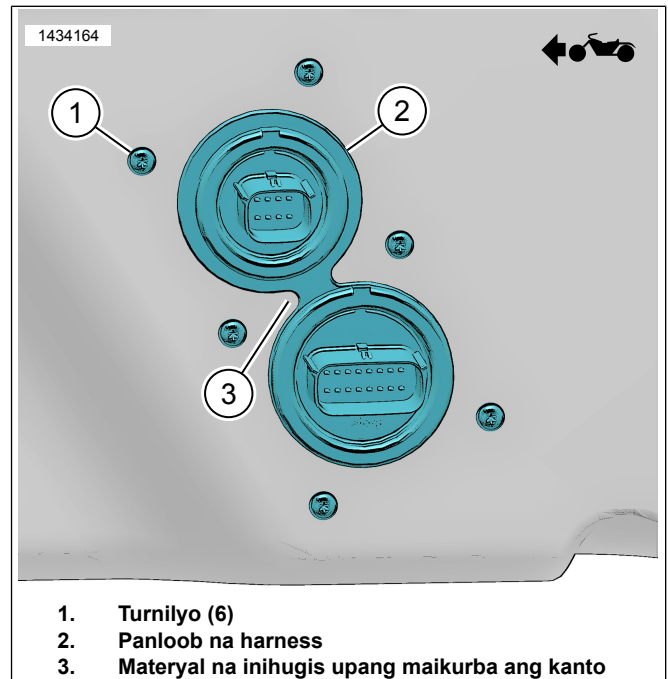

Figure 10. Panloob na Harness
- d. Figure 10 Gupitin ang materyal upang maikurba ang kanto (3).
11. Figure 10 Ikabit ang panloob na harness (2).